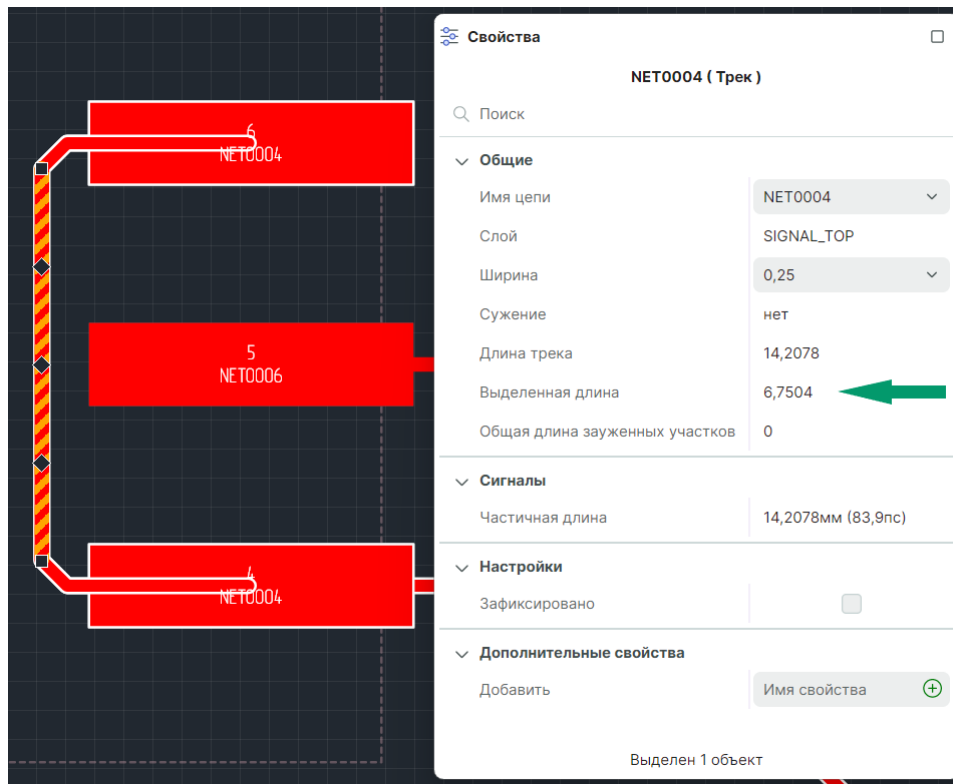

Рис. 199 Параметры трека - «Выделенная длина»
- «Выделенная длина» – значение длины выделенного сегмента/сегментов трека в мм, см. Рис. 199.